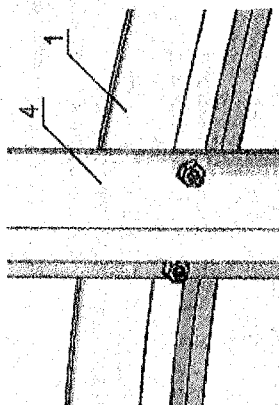

Рис. 16
- 4.8. После присоединения к торцу стрингеров (в количестве 7 шт.), арок в сборе (2 шт.), опор №3 и винтов №27, для крепления стяжных лент, поднимите торец с присоединенным 2м тоннелем теплицы и установите на удлинения арок с опорами. Аналогичным образом соберите второй торец теплицы с двух метровым тоннелем. Соединяем два торца с двух метровыми тоннелями и аркой п. 3.1 между собой винтам М4х10 (Рис. 16, 17)